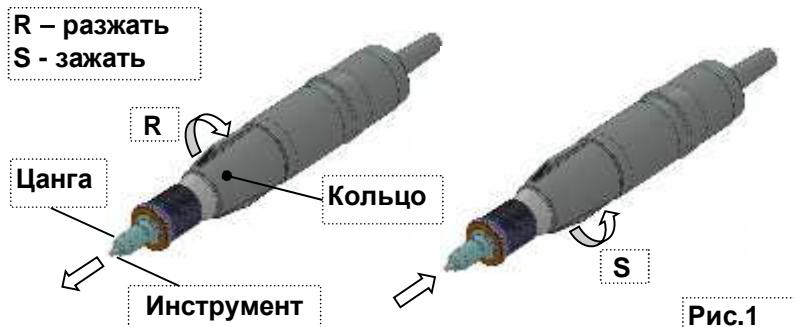

Рис.1
4.3 Установите / замените, при необходимости, инструмент (рис.1):